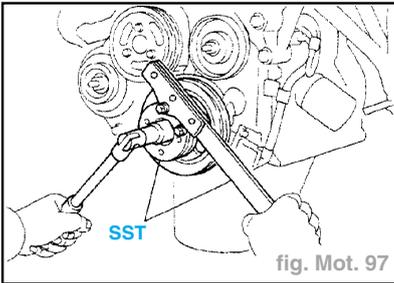

fig. Mot. 97
- A l'aide du SST et de 2 écrous de 10 mm de largeur, reposer le boulon de la poulie (SST : 09213-14010, 09330-00021) (fig. Mot. 97). Serrer au couple de 13,0 daN.m.